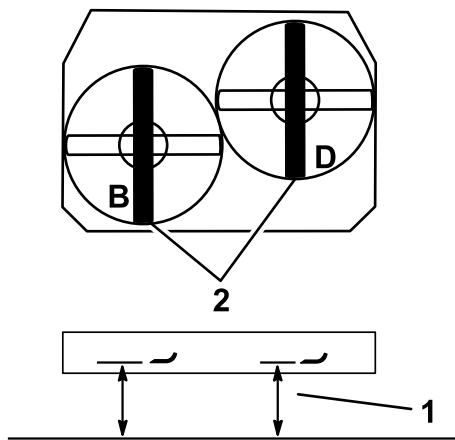

図 81
2. **B**位置で、平らな床面からブレードの刃先までの高さを測り、測定値を記録する 図 81。
3. **D**位置で、平らな床面から右側ブレードの刃先までの高さを測り、測定値を記録する 図 81。
注 **B** 位置における測定値が、**D** 位置における測定値の ± 3 mm 以内であれば適正とする 図 81。高さの差がこの範囲内には以下の手順で調整する。